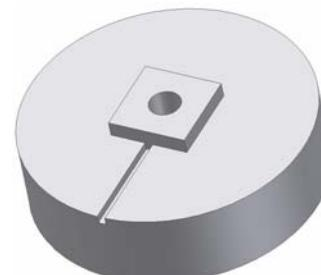

Figura 3.6.4.
- Rolă 2 - $\Phi 36/\Phi 4 \times 10$ + Pătrat 10x2, figura 3.6.4.